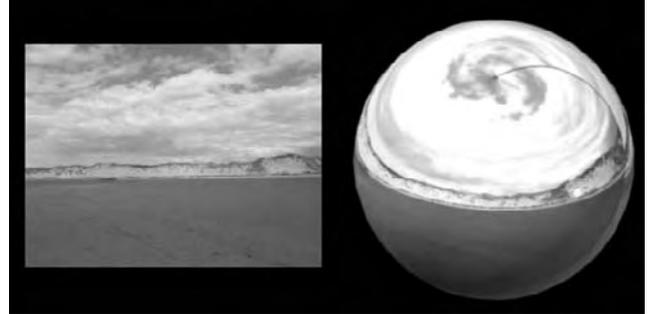

Fig.9.38
- **Textures de réflexion** (Reflection Map) : il s'agit d'une texture d'environnement qui permet de simuler une scène réfléchie à la surface d'un objet brillant (fig.9.38). Pour obtenir un rendu de qualité des textures de réflexion, le matériau doit être brillant et l'image bitmap de réflexion proprement dite doit avoir une résolution élevée (au moins 512 sur 480 pixels). Cette option n'est pas disponible pour les gabarits Réaliste et Métal réaliste.